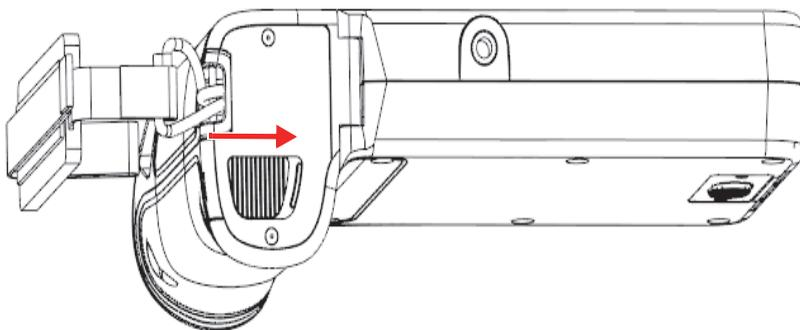

Figura 4-1 Botón de apertura del compartimento de batería
1. Levante el EPOCH 6LT de manera que la tapa del compartimiento de batería esté orientada hacia arriba, tal como se muestra en la Figura 4-1 en la página 46.